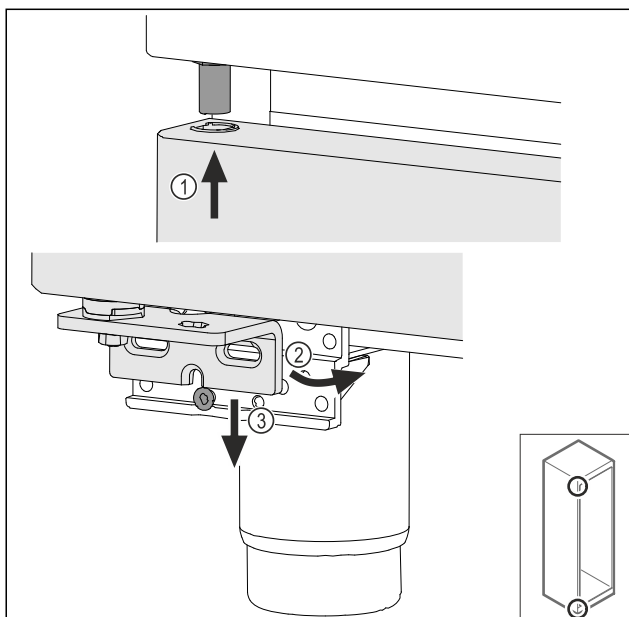

Fig. 70
- Kissé megbillentve fűzze be az ajtót felül Fig. 70 (1), majd igazítsa egyenesbe az ajtót Fig. 70 (2), és helyezze rá az alját a csapágybak csavarjára Fig. 70 (3).